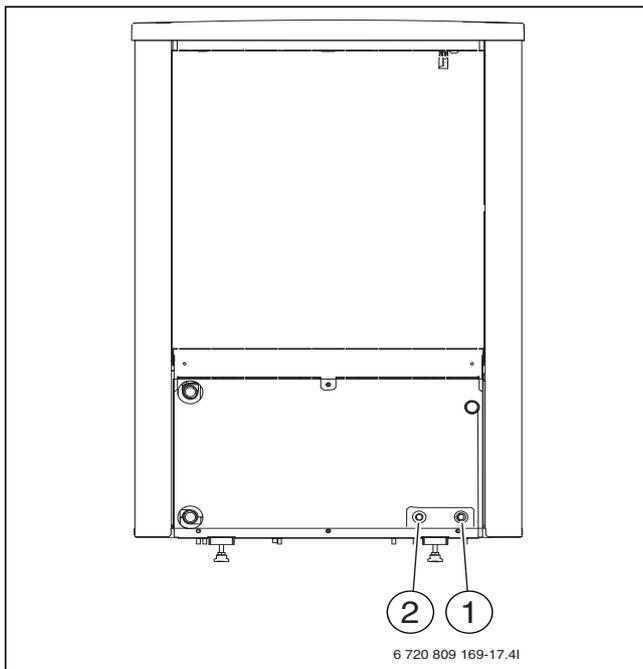

Bild 18 Kabelkanäle auf der Wärmepumpenrückseite
- ▶ Anschlusskabel durch die Kabelkanäle führen (→ [1] und [2], Abb. 18 und 19). Bei Bedarf Zugfedern verwenden.